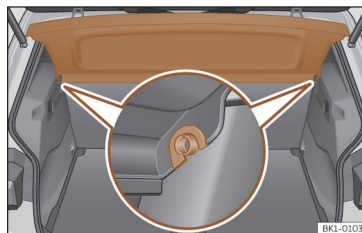

Fig. 169 Na bagageira: desmontar e montar a chapeleira.
- Desencaixe a chapeleira dos suportes laterais >>> **Fig. 169** puxando-a para cima e retire-a.
- Introduza a chapeleira horizontalmente fazendo coincidir a «fechadura» sobre o eixo dos suportes >>> **Fig. 169**, e pressione para baixo até que encaixe.